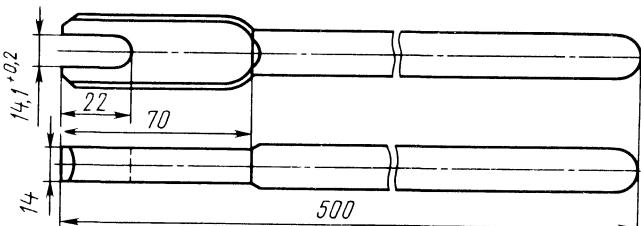

Рис. 146. Ключ для поворота и выбивки шкворня
2. Удалить нижнюю заглушку, для чего вставить специальный ключ, показанный на рис. 146, в вырез шкворня, образованный двумя плоскими лысками, и, поддерживая противоположный конец ключа рукой, сильно ударить молотком по ключу в непосредственной близости от шкворня. Если заглушка при этом не выбивается, рекомендуется несколько раз повернуть шкворень ключом, поддерживая поворотный кулак и повторить попытку. При необходимости таким же способом можно удалить и верхнюю заглушку.